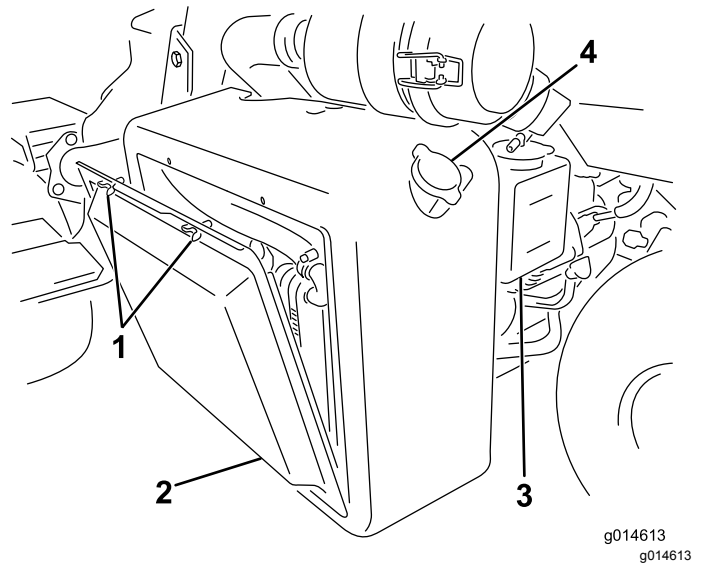

Figura 56
1. Retire la rejilla del radiador (Figura 56).